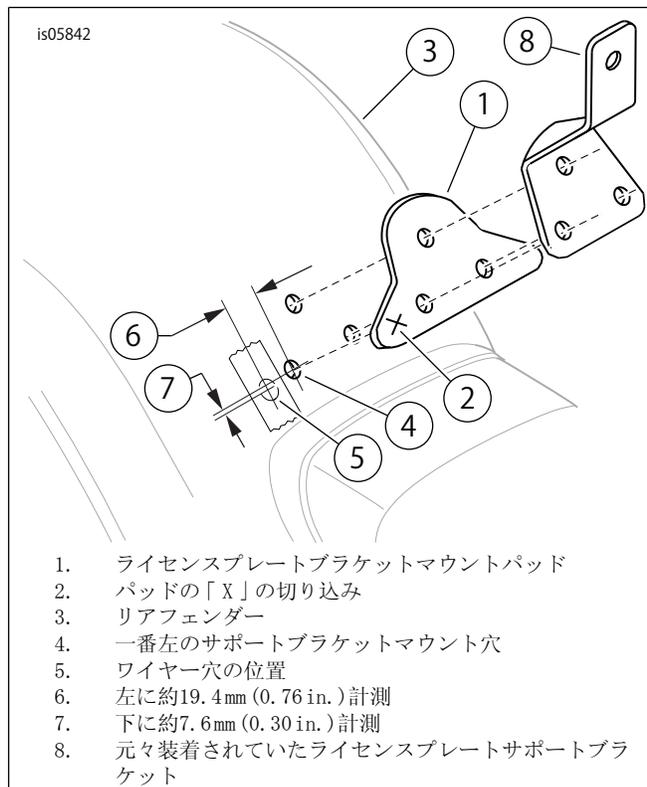

図6。ライセンスプレートサポートブラケットとパッド
1. 「図6」を参照。フェンダーにライセンスブラケット穴が3つあるモデルの場合:フェンダーにライセンスブラケット穴が4つあるモデルの場合: